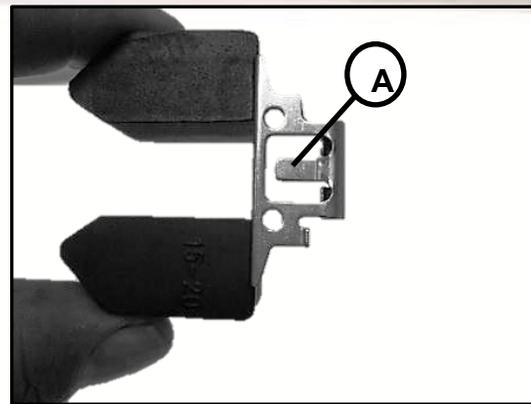

Fig.2.8
- Suavemente doble la lengüeta [A] para cambiar la altura del flotador hacia arriba o hacia abajo. Fig.2.8